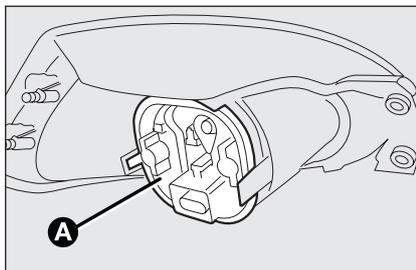

fig. 29
- scollegare il connettore elettrico e rimuovere, agendo sulle tre alette di ri-tegno, il coperchio di protezione **A-fig. 29**; procedere quindi con la sostituzione della lampada interessata.